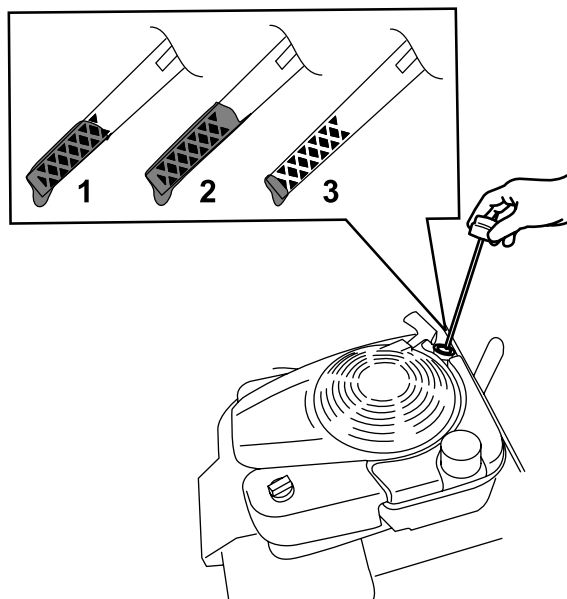

Figura 14
2. Girate il tappo in senso antiorario ed estraete l'asta di livello (Figura 14).
5. Controllate il livello dell'olio sull'asta (Figura 14).
- Se il livello di olio dell'asta è troppo basso (Figura 14), versate con cura una piccola quantità di olio detergente SAE 30 o SAE 10W-30 nel tubo di riempimento dell'olio, attendete 3 minuti e ripetete gli step da 3 a 5 finché il livello dell'olio sull'asta non risulta corretto. Per il tipo di olio, fate riferimento a Cambio dell'olio motore (pagina 21).
- Se il livello dell'olio sull'asta è troppo alto (Figura 14), drenate l'olio in eccesso finché il livello dell'olio sull'asta non risulta corretto; fate riferimento a Cambio dell'olio motore (pagina 21).